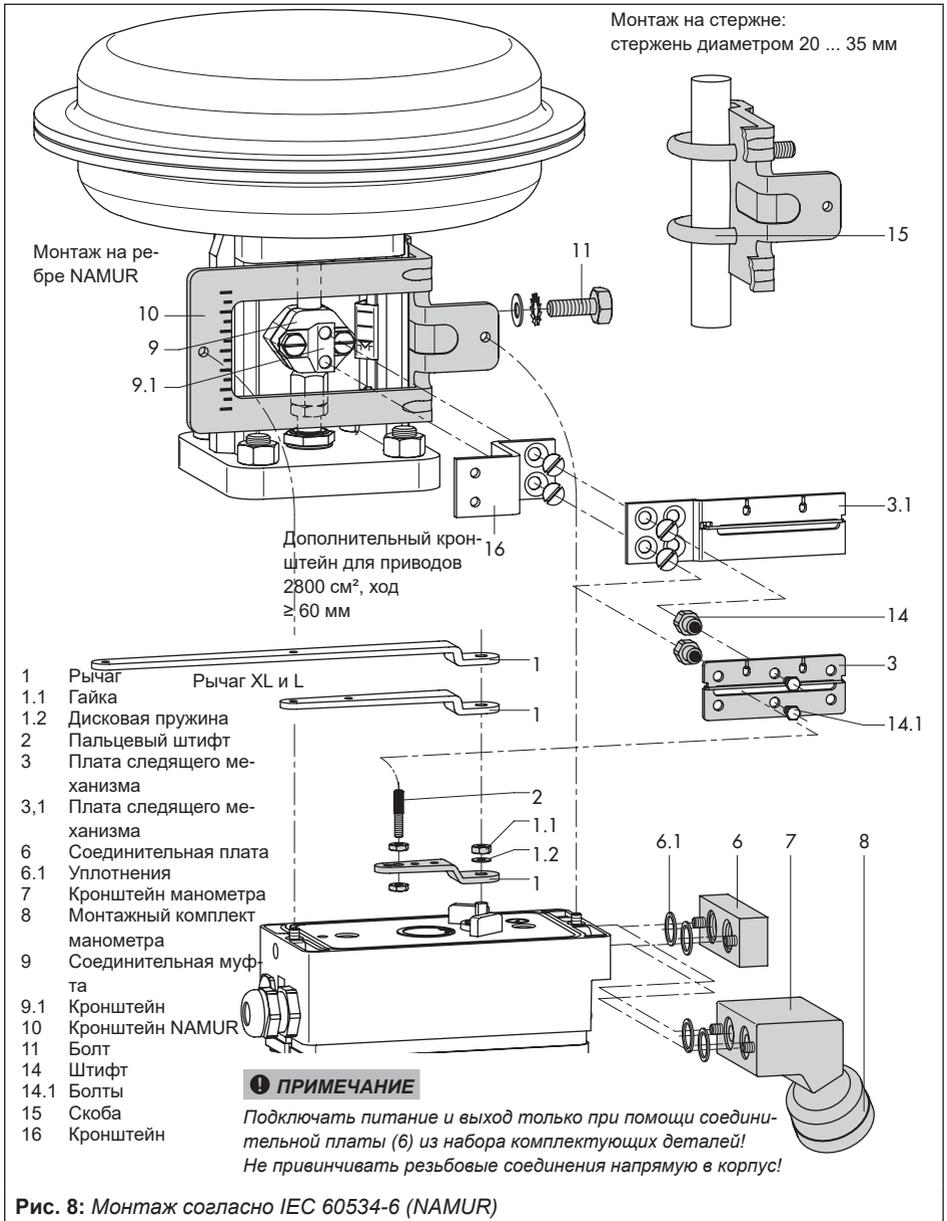

Рис. 8: Монтаж согласно IEC 60534-6 (NAMUR)
- Установите соединительный блок (12) с уплотнительными кольцами на позиционер, вмонтируйте раму привода и затяните крепежный болт (12.1). При приводе "Шток привода втягивается" дополнительно удалите пробку (12.2) и установите внешнюю трубку управляющего давления.
- Установите крышку (11) на противоположной стороне. Убедитесь, что при установленном регулирующем клапане штуцер сброса воздуха обращен вниз, так как это необходимо для оттока скопившейся конденсационной влаги.
- См. рис. 8
Монтаж на привод Тип 3277 (см. рис. 8)